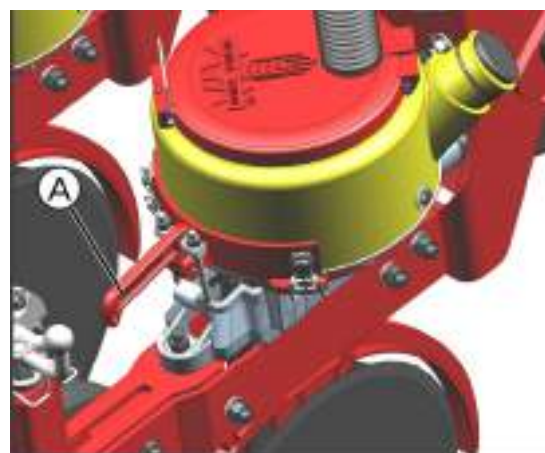

fig. 50
Para a verificação ou substituição dos discos, destrave a alavanca (A) (fig. 50), suspenda o reservatório (B) (fig. 51) e libere o anel base (C) através das presilhas (D).